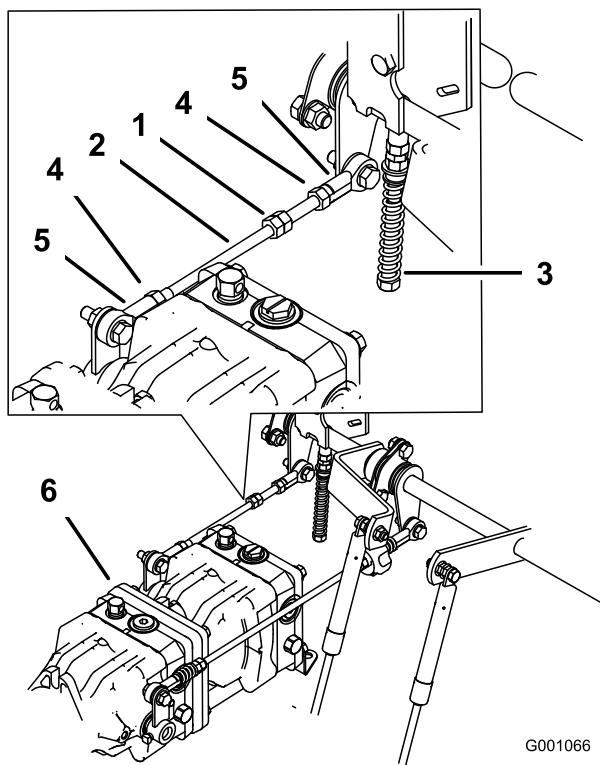

Figure 73
1. Desserrez les contre-écrous sur les rotules de la tige de commande de la pompe (Figure 73).
3. Réglez la longueur de la tige de pompe en tournant les doubles écrous dans le sens voulu, jusqu'à ce que la roue soit immobilisée ou tourne légèrement en arrière (Figure 73).
6. Serrez les contre-écrous contre les rotules (Figure 73).